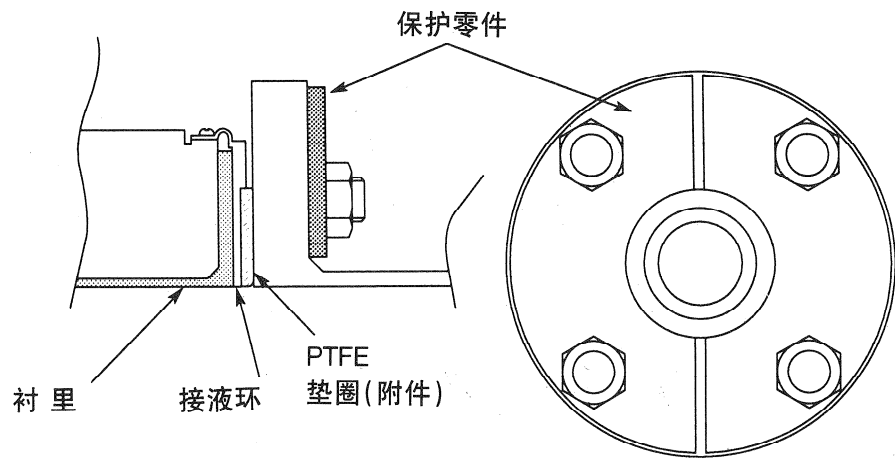

图 2-18 接液环是非 SUS 材质的场合 (使用保护零件)
- 保护零件： 按规定的力矩紧固，可能会发生氯乙烯配管变形或损坏的场合请使用厚度在 1mm 以上的不锈钢材等硬质金属材料作为保护零件。参照图 2-18。
2. 按规定的紧固力矩安装而担心氯乙烯配管变形损坏的场合请使用保护零件。如图 2-18 所示。做到即使用规定的紧固力矩也不会使配管变形或损坏，然后在配管上安装检测器，紧固力矩请参照 2-9 页的 2-1 表。